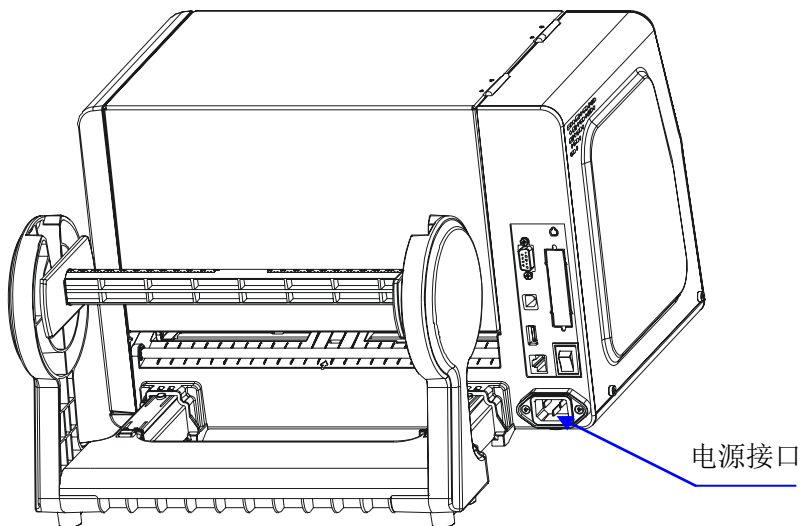

图 7
2. 先将电源线输出端的接头插入打印机后部的电源插孔；(图 7)